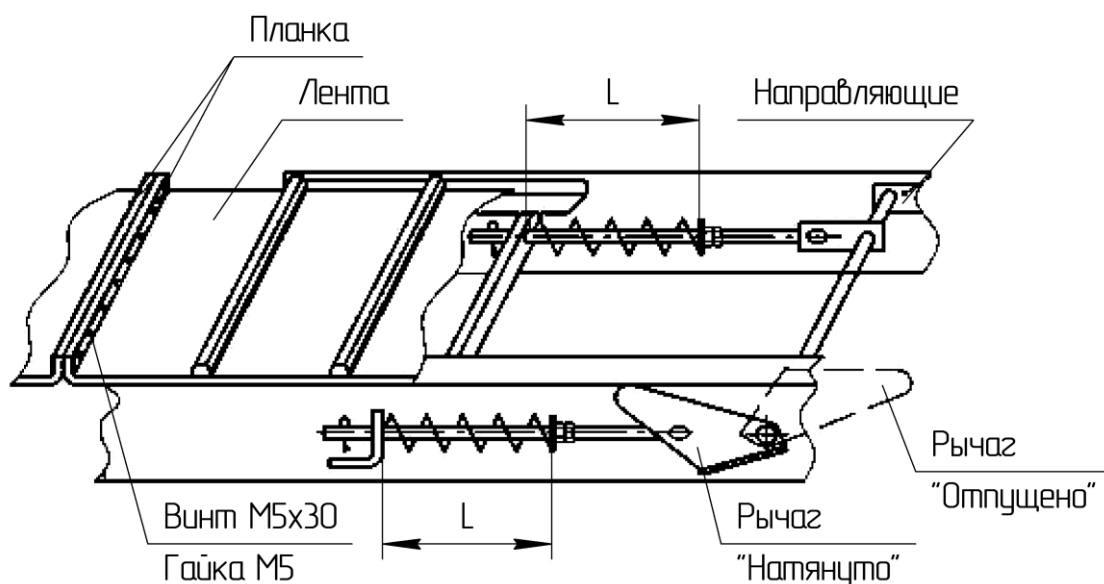

Рисунок 11 – Установка и натяжка транспортерных лент
- освободите натяжку транспортеров (рисунок 11, положение «отпущено»).
Лента должна быть соединена (рисунок 11) таким образом, чтобы соединительная планка была расположена симметрично по ширине и перпендикулярно длине ленты. Допуск неперпендикулярности и несимметричности не более 2 мм. При этом в положении «натянута» расстояние от натяжного барабана до боковины рамы жатки должно быть 85...130 мм для левого и 40...130 мм для правого транспортеров.
Высота пружин в положении «натянута» (см. рисунок 11) вначале устанавливается одинаковой с двух сторон барабана ($L \sim 140$ мм).